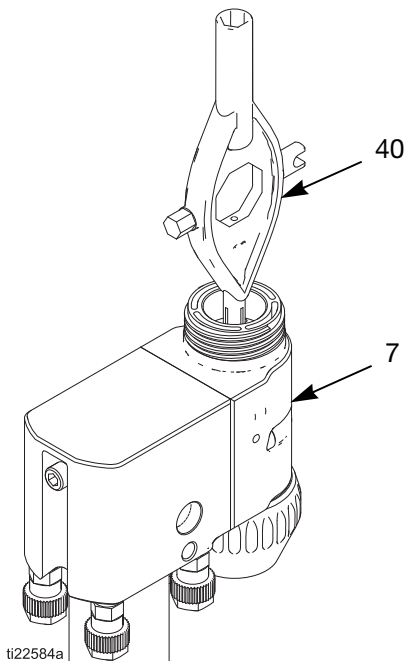

FIG. 31. Remplacement de l'électrode
3. Dévisser l'électrode (4) à l'aide de la clé multifonctions (40) de l'avant du corps du pistolet (7). FIG. 31.